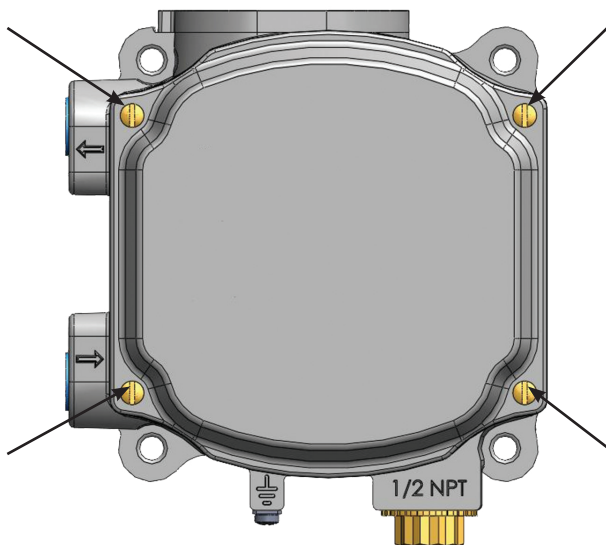

Figura 18 - Cubierta frontal
1. Afloje los cuatro (4) tornillos de la cubierta y retire la cubierta del SVi1000 (Figura 18).